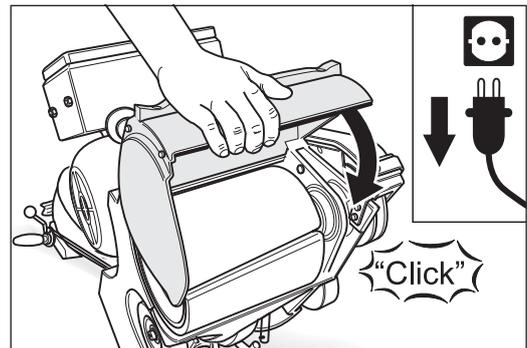

Abb. 28 Den Walzendeckel nach unten klappen. **Darauf achten, dass er fühlbar einrastet!**
- 12 Klappen Sie den Walzendeckel nach unten. **Achten Sie darauf, dass der Deckel fühlbar einrastet (Abb. 28)!**